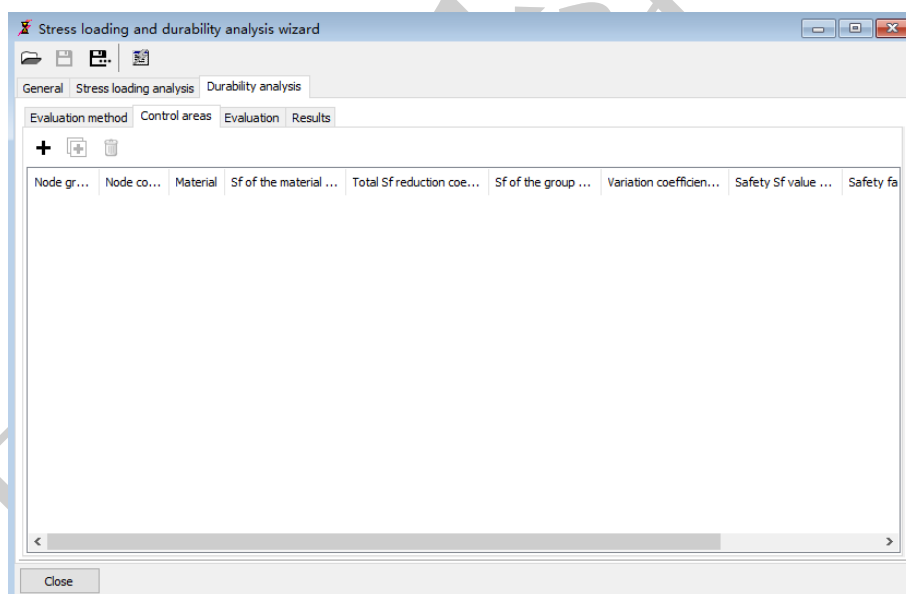

图 2.37
1. 定位到**Durability analysis | Control areas**页面，如图 2.37所示。